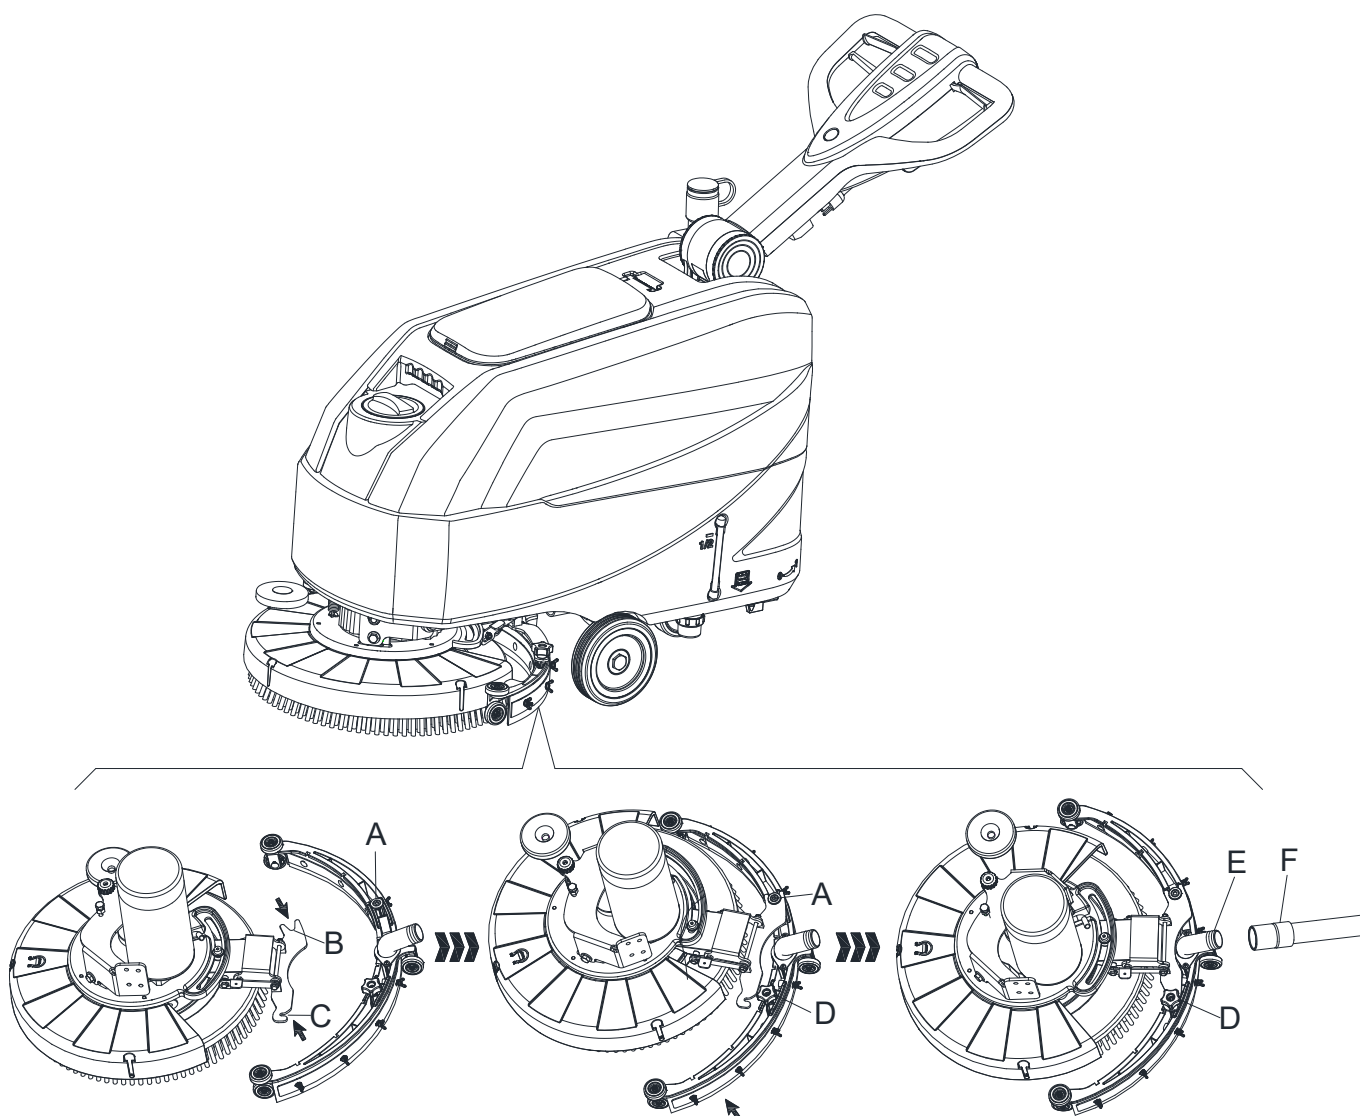

Figura 4
5. Fixați știftul A la deschiderea B, apoi fixați un alt șurub C la deschiderea D; fixați butonul-șurub al racletei și conectați furtunul de evacuare a apei recuperate F la conectorul E (Figura 4).